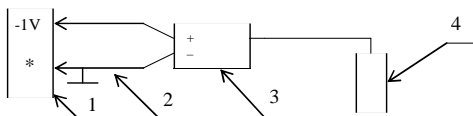

Рис.9
- а) подготовить измерительную схему согласно рис.9: